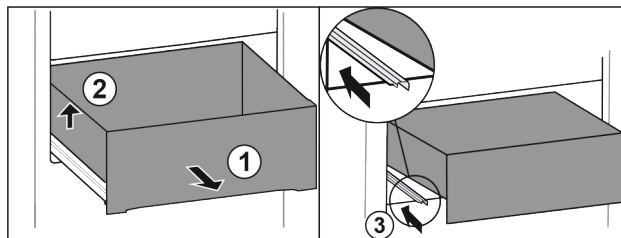

Fig. 13*
- ▶ Estrarre completamente il cassetto Fig. 13 (1).*
- ▶ Sollevare il cassetto a sinistra Fig. 13 (2).*
- ▶ Inserire la guida a sinistra Fig. 13 (3).*